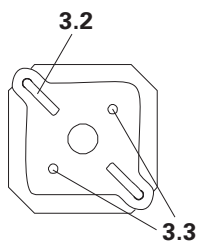

Fig. 17
- El pie MP 50 (3) prolonga el puntal en 50 cm.
1. Colocar el puntal (1) sobre el pie MP 50 (3).
- (Fig. 17)